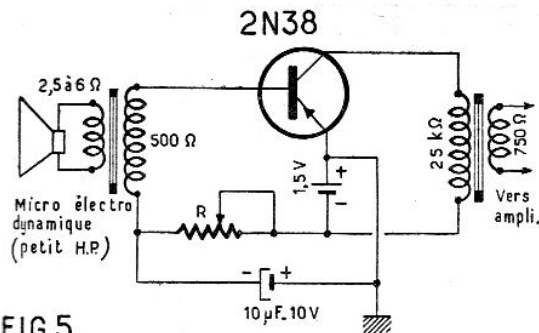

FIG. 5
Un autre montage redresseur est adopté pour les récepteurs radio et les téléviseurs, c'est celui en doubleur de tension. Il se réalise suivant deux variantes. Dans la première illustrée par la figure 5, les deux
Notre figure 5 donne le schéma extrêmement simple d'un tel préamplificateur à un étage.
Pour le premier bobinage (A) des étages MF de la vision (fig. 5), nous mettrons à profit les principes énoncés plus haut. Nous ne voudrions pas reprendre ici exactement le nombre de tours de ces bobinages et nous avons préféré reporter ces indications sur la figure 5.
Fig. 5. — Façon de réaliser les enroulements surcouplés. Bien respecter l'écartement entre les enroulements. En haut le bobinage C qui sert à l'entrée de la platine.